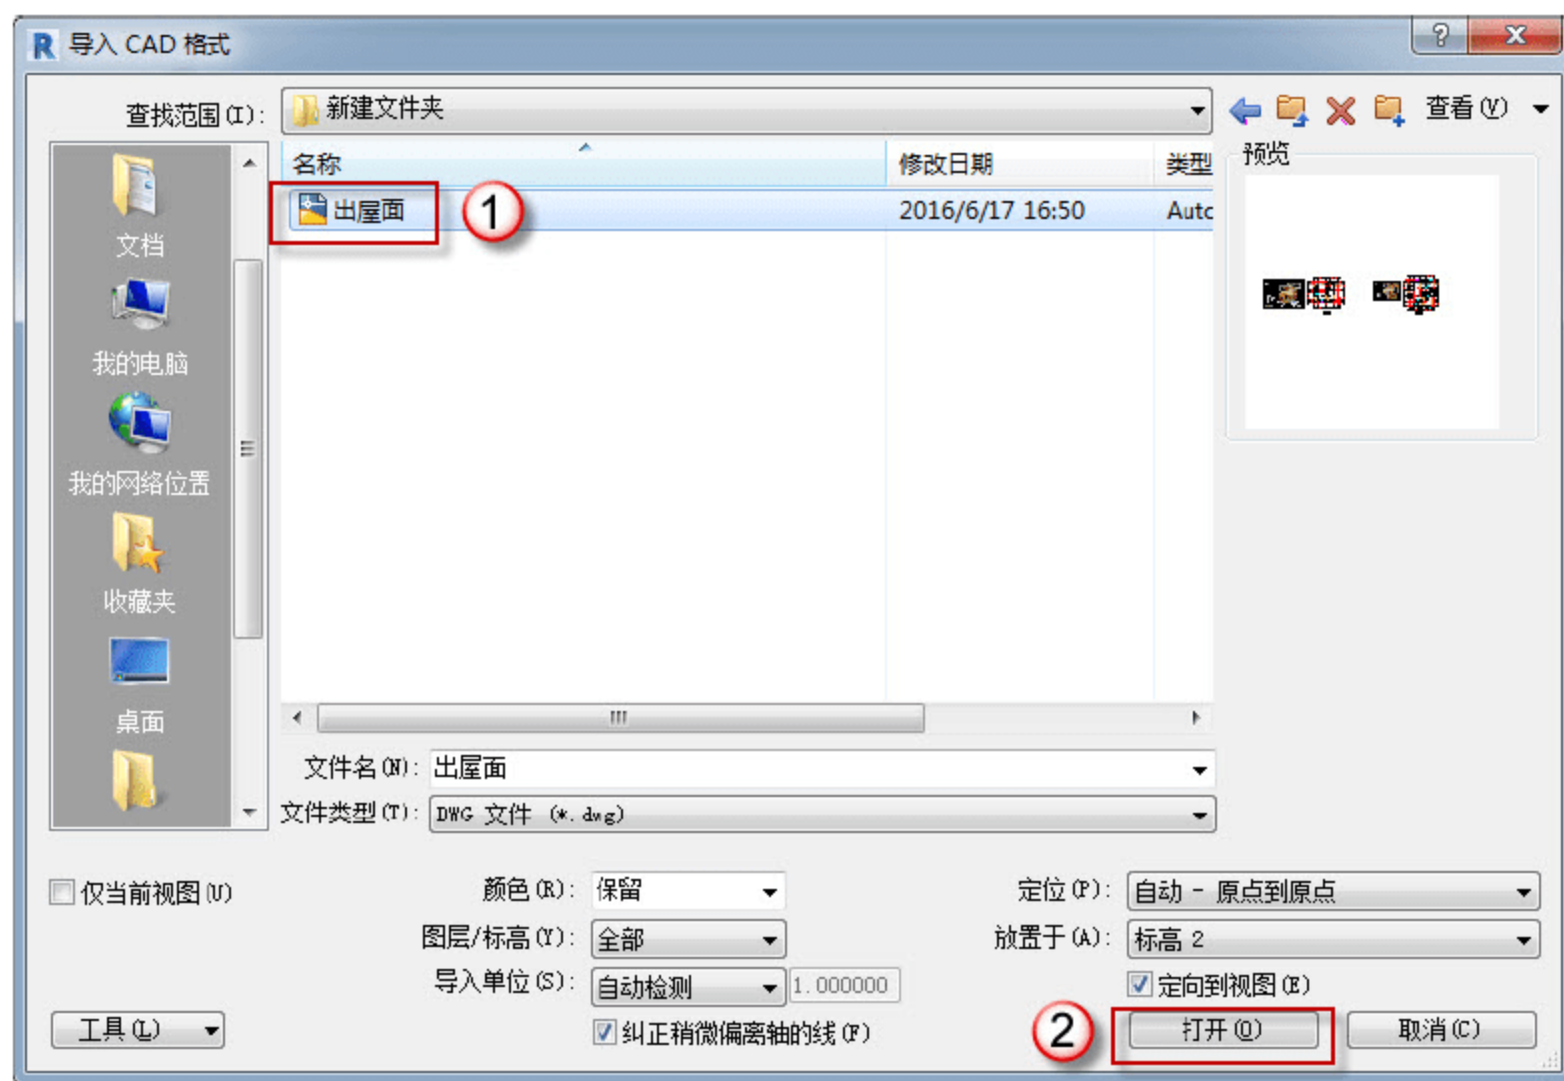
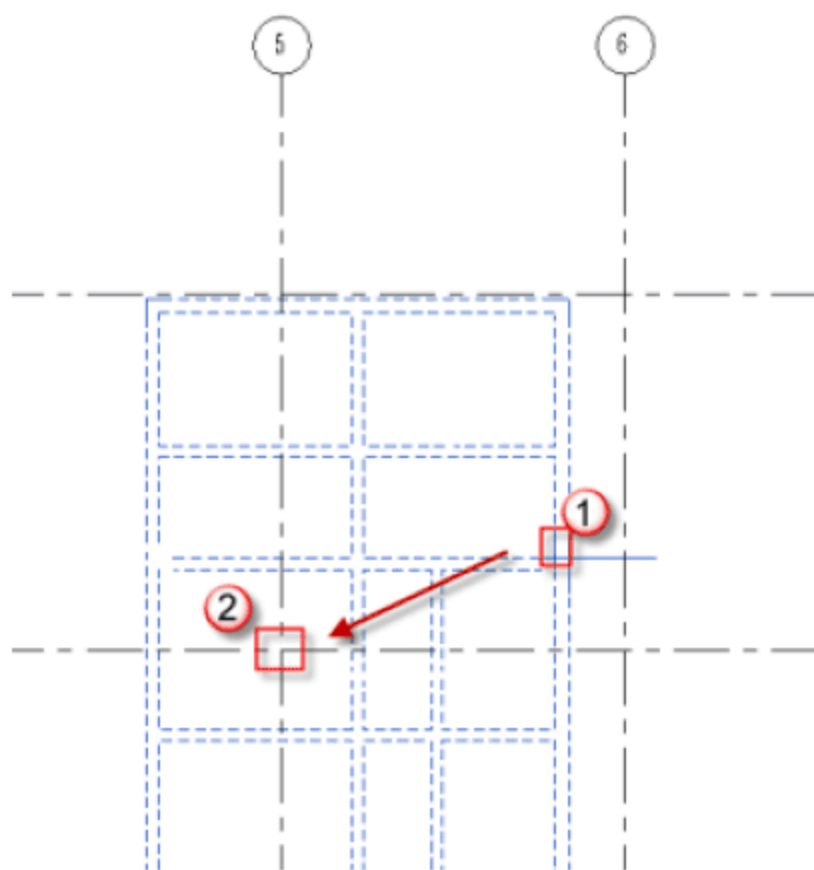
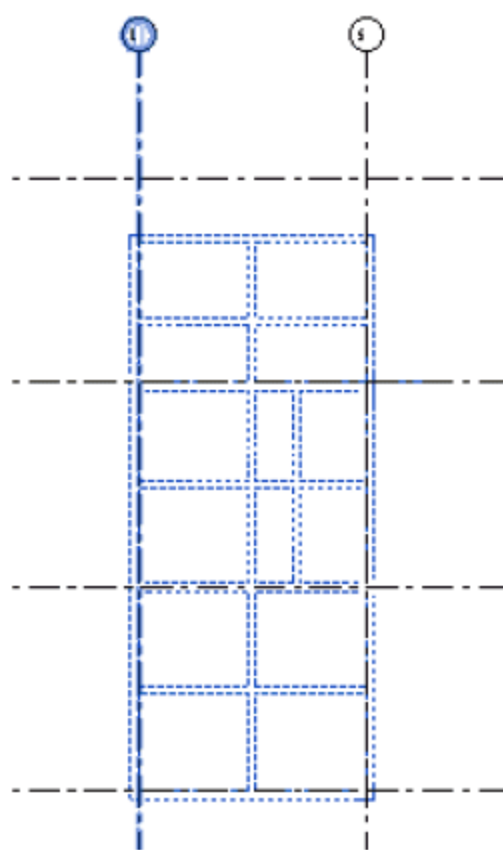

图 5.2.8 导入界面
图 5.2.9 选中出屋面梁并移动
图 5.2.10 对齐图形
(6) 导入配套资源中的 DWG 图。选择“插入”→“导入 CAD”→“打开”命令，在弹出的“导入 CAD 格式”对话框中选择“出屋面”文件，如图 5.2.8 所示。
(7) 整体移动 DWG 文件使其与轴网相符合。单击“出屋面梁 DWG 文件”，按快捷键
M+V，将①点移动到②点（即⑤轴和 F 轴的交点）如图 5.2.9 所示。移动完成后如图 5.2.10 所示。